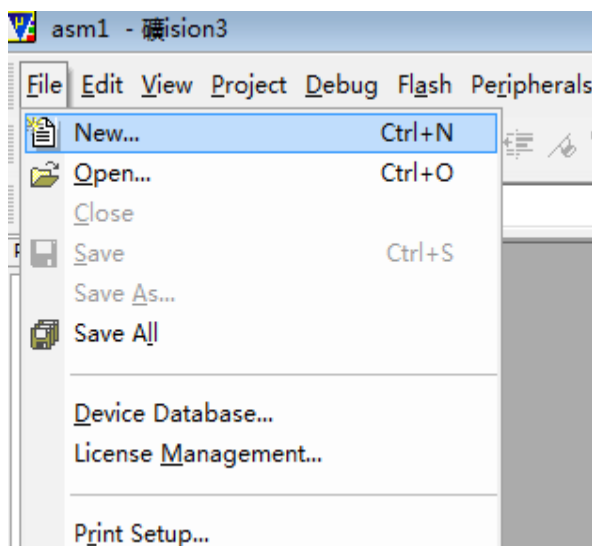
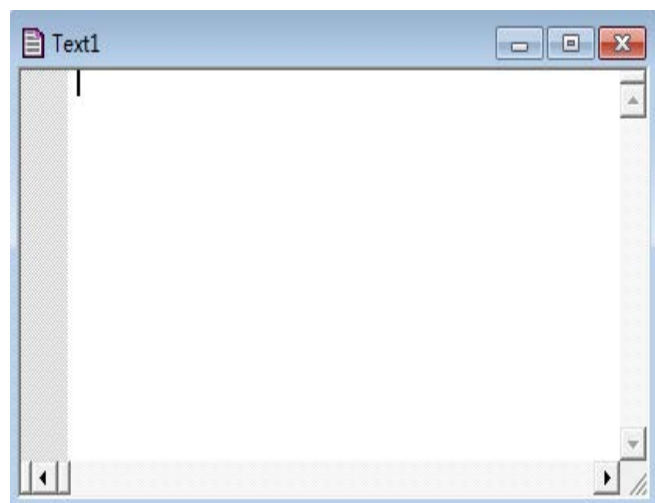

图2-1-4 新建源文件下拉菜单
图2-1-5 源程序编辑窗口
(4) 到此建立好一个空白工程，现在需要人工为工程添加程序文件，如果还没有程序文件则必须建立它。选择工具栏的File 选项，在弹出的下拉菜单中选择New 目录，如图2-1-4 所示，或点击。此时会在文件窗口出现如图2-1-5 所示的新文件窗口 Text1，若多次执行New 命令，则会出现Text2、Text3 等多个新文件窗口。